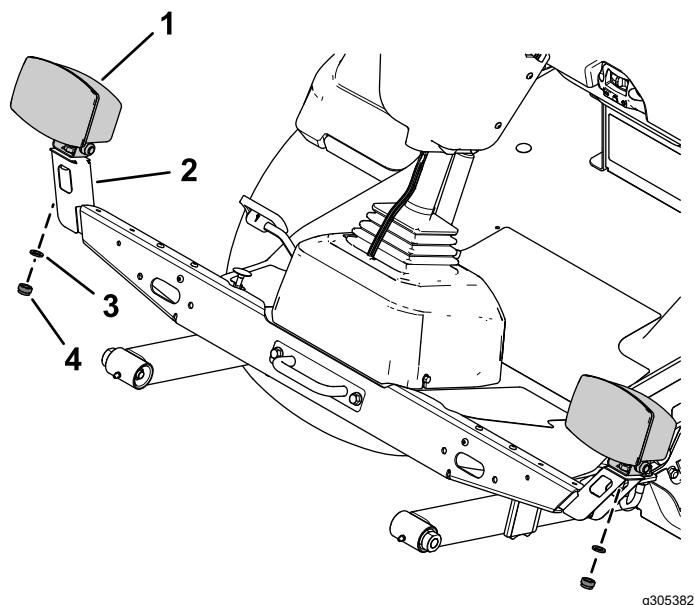

Figura 20
4. Fixai ansamblul luminii din stânga i ansamblul luminii din dreapta pe suportul luminii din stânga i pe suportul luminii din dreapta folosind aiba de blocare i piulia hexagonală de pe ansamblurile de lumină (Figura 20).